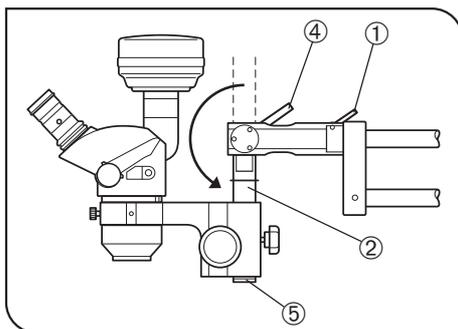

Abb. 23
8. Zum Montieren einer Fotoeinheit folgendermaßen vorgehen. Darauf achten, dass der Montageschaft nicht über die vertikale Position hinausgeschwenkt wird. (Abb. 23)
b. Den Schwenk-Feststellhebel ④ lösen und den Montageschaft ② so einstellen, dass er nach unten weist. (Abb. 23)
c. Die Sicherungsschraube des Mikroskopstativs ⑤ entfernen und den SZX-Säulenarm SZ2-STS oder das SZX-Mikroskopstativ montieren. (Abb. 23)
d. Nach der Montage des Mikroskopstativs unbedingt die Sicherungsschraube des Mikroskopstativs ⑤ anbringen (Abb. 23).